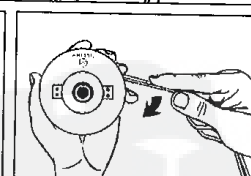

Fig. 9C
5. Wickeln Sie den Schneidfaden im Uhrzeigersinn auf die Spule wie in Fig. 9C aufgezeigt. Achten Sie auf feste Spannung und darauf, dass sich die beiden Fädenhälften im jeweiligen separaten Spulengehäuse befinden. Wickeln Sie den Faden auf bis jeweils 6" (15 cm) Fadenlänge verbleiben.